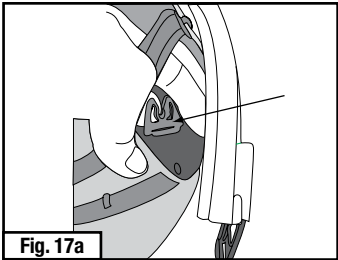
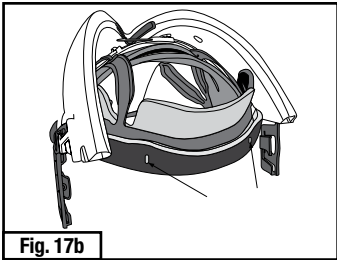

Fig. 17a
Fig. 17b
2. Fije la almohadilla para reducción de tamaño S-954 en el arnés como se muestra en la Fig. 17a-d. Las dos ranuras largas en la almohadilla para reducción de tamaño se enganchan en los dos ganchos largos del arnés para la cabeza marcados con una fleja en la Fig. 17a. Use los ganchos más pequeños en el arnés para fijar bien la almohadilla como se muestra (Fig. 17b-17d).